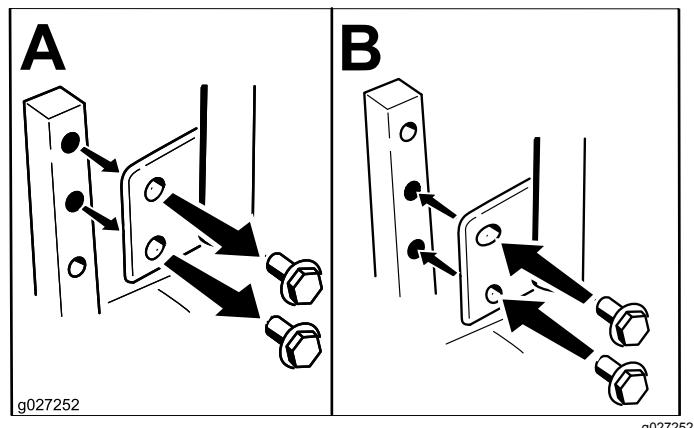

Figure 10
- Desserrez le boulon inférieur jusqu'à ce qu'il soit possible de faire pivoter le levier de commande en avant ou en arrière (Figure 10).
Vous pouvez ajuster la hauteur des leviers de commande de déplacement en fonction de votre taille (Figure 10).